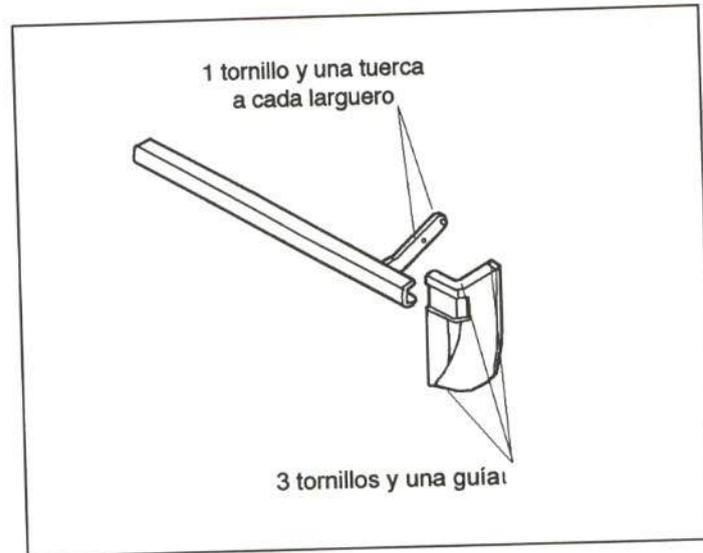

Figura 50.- Unión del paragolpes trasero
El paragolpes trasero va atornillado, tal como se muestra en la figura 50.
- Paragolpes trasero (figura 50).